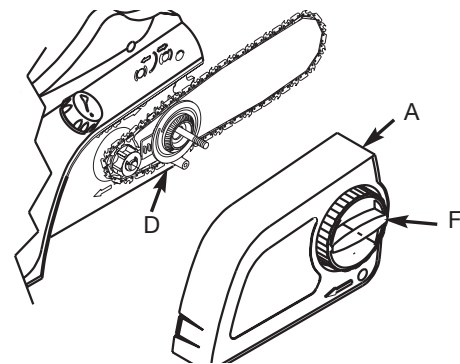

Fig. 21
2. Pour mettre la chaîne sur le guide, tournez la plaque de tension (D) dans le sens contraire des aiguilles d'une montre jusqu'à l'extrémité. Installez la chaîne et le guide sur la partie moteur, tournez la plaque de tension (D) dans le sens des aiguilles d'une montre et mettez le carter latéral en place (A) (Fig. 21).
3. Tournez le bouton dans le sens des aiguilles d'une montre, ajustez l'anneau de tension de la chaîne (F) et serrez ensuite le bouton.